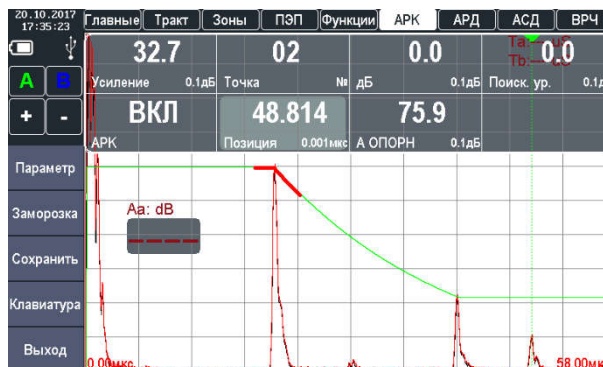

Рисунок 2.56 – Установка позиции третьей опорной точки АРК
14. Выбрать значение точки 02 для второго отраженного сигнала и установить ее позицию («ПОЗИЦ.») на развертке по вершине импульса от третьего отраженного сигнала (рис. 2.56).